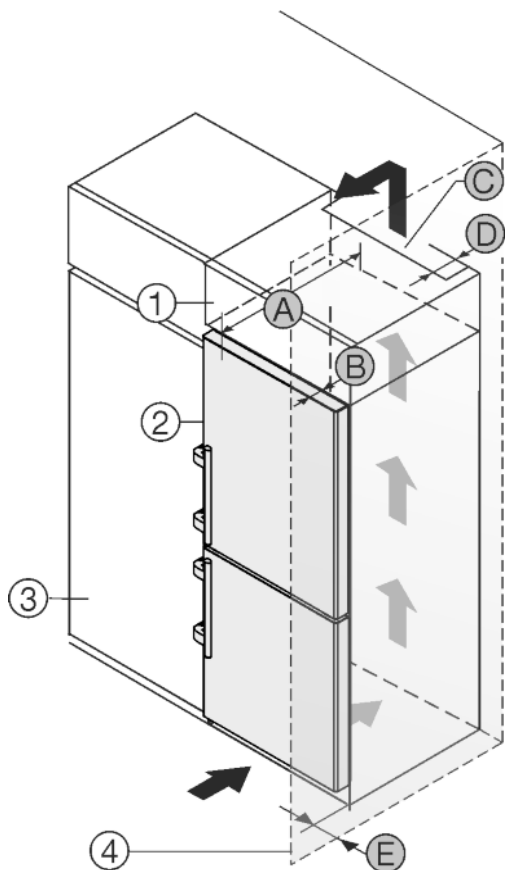

Fig. 13
Het apparaat kan in keukenkasten worden ingebouwd. Om het apparaat Fig. 13 (2) aan de hoogte van het keukenblok aan te passen, kan boven het apparaat een opzetkast Fig. 13 (1) worden aangebracht.
Het apparaat kan direct naast de keukenkast Fig. 13 (3) worden geplaatst. Om de deuren volledig te kunnen openen, moet het apparaat overeenkomstig de diepte Fig. 13 (B) t.o.v. het keukenkastfront uitsteken. Afhankelijk van de diepte van de keukenkast en het gebruik van de wandafstandshouders kan het apparaat verder uitsteken.
- Aan de achterzijde van de opzetkast moet een luchtafvoerkanaal met de diepte Fig. 13 (D) over de volledige breedte van de opzetkast aanwezig zijn.
- Onder het plafond moet de ventilatiedoorsnede Fig. 13 (C) worden aangehouden.
Wanneer het apparaat met de scharnieren naast een wand Fig. 13 (4) wordt geplaatst, moet de afstand Fig. 13 (E) tussen apparaat en wand worden aangehouden. Dit komt overeen met de uitsteekmaat van de handgreep bij geopende deur.